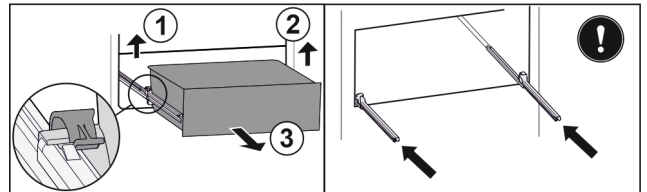

Fig. 79
- ▶ Linke Klemme anheben und gleichzeitig Schubfach links nach vorne ziehen. Fig. 79 (1)
- ▶ Rechte Klemme anheben und gleichzeitig Schubfach rechts nach vorne ziehen. Fig. 79 (2)
- ▶ Schubfach nach vorne entnehmen. Fig. 79 (3)